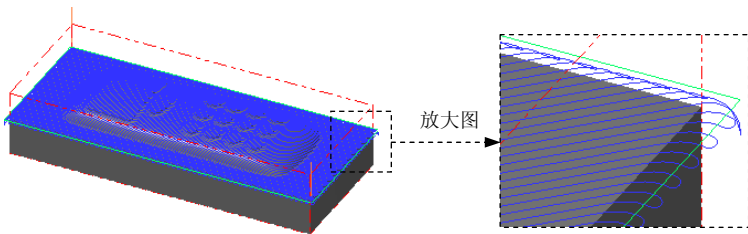

图 24.14 刀具路径
(1) 设置曲面参数。在“曲面精加工平行铣削”对话框中单击 **曲面参数** 选项卡，在 **加工面** 文本框中输入 0.3。
(2) 设置精加工平行铣削参数。在“曲面精加工平行铣削”对话框中单击 **精加工平行铣削参数** 选项卡。然后在 **大切屑间距 (M)** 文本框中输入值 1.0，在 **加工角度** 文本框中输入值 45。
(3) 在“曲面精加工平行铣削”对话框中单击 **间隙设置 (G)...** 按钮，在 **位移小于允许间隙时，不提刀** 下面的下拉列表中选择 **平滑** 选项，然后单击 **✓** 按钮。
Step7. 单击“曲面精加工平行铣削”对话框中的 **✓** 按钮，同时在图形区生成图 24.14 所示的刀具路径。